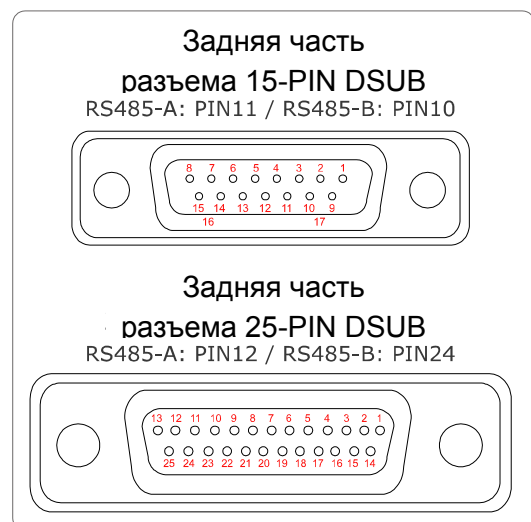

Рисунок 7: Задняя часть разъема D-Sub DVR
- Шаг 4: Припаяйте красный и зеленый провода RJ11 соответствующим контактам разъема D-Sub, поставляемого с DVR (Рисунок 7).
Шаг 4: Припаяйте красный и зеленый провода RJ11 соответствующим контактам разъемов D-Sub, поставляемых с DVR (*Рисунок 7*).